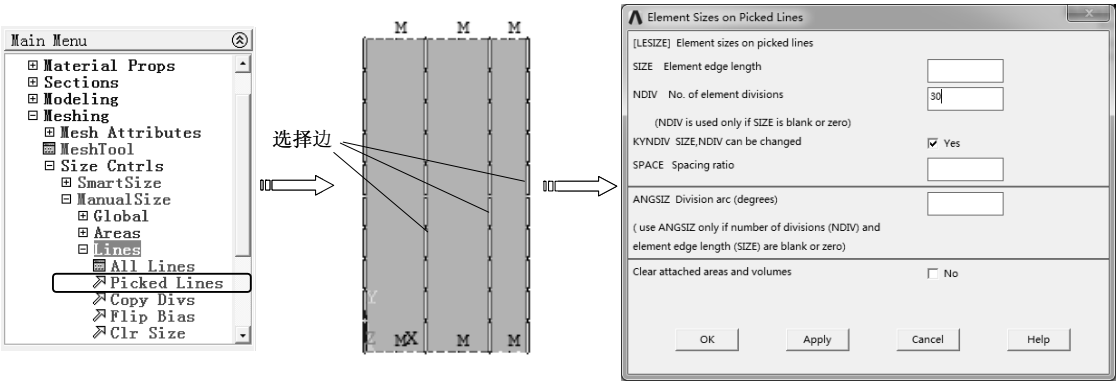

图 8-34 设置线尺寸
5) 选择“Main Menu>Preprocessor>Meshing>Size Cntrls>ManualSize>Lines>Picked Lines”命令，弹出“Elem Sizes on Picked Lines”对话框，用鼠标选择所有长边，单击“OK”按钮，弹出“Element Sizes on Picked Lines”对话框，输入分段数 30，单击“OK”按钮完成线尺寸设置，如图 8-34 所示。